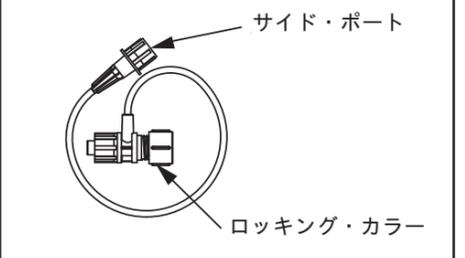

図2. フラッシュ・アセンブリ
- フラッシュ・アセンブリをカテーテル・ハブに取り付ける。 ロッキング・カラーが開いた位置になっていることを確認する (図2)。